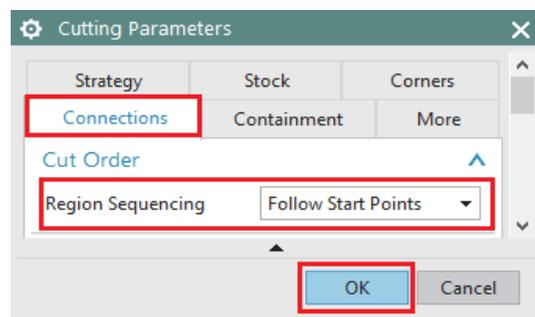

Figura 3.28 Cutting Parameters
- Seleccionar **Cutting Parameters** (Figura 3.28). Ir a la pestaña **Connections**, en **Cut Order** → **Region Sequencing** → **Follow Start Points**.